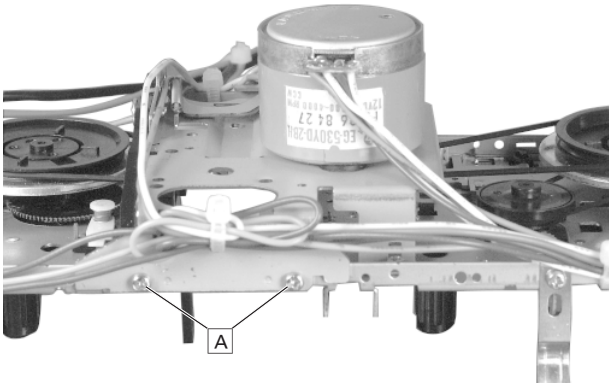
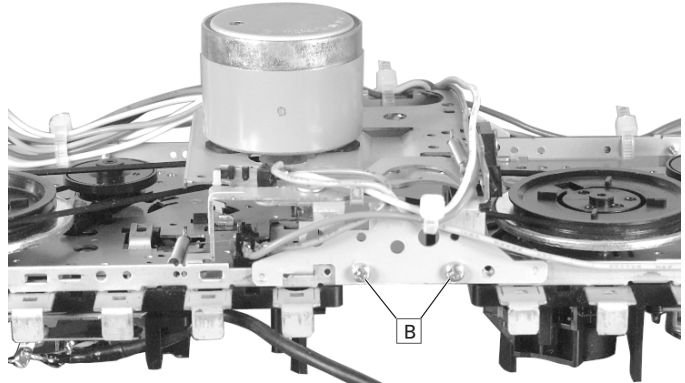
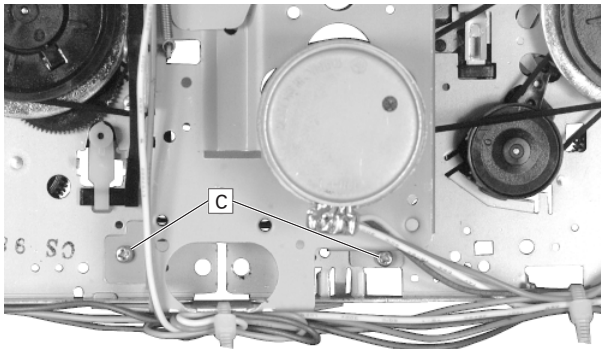

Fig. 18
Fig. 19
Fig. 20
- 2 Schrauben  (Fig. 18), 2 Schrauben  (Fig. 19) und 2 Schrauben  (Fig. 20) herauserschrauben, Cassetten-Motor mit Motorträger abnehmen.
- Undo 2 screws  (Fig. 18), 2 screws  (Fig. 19) and 2 screws  (Fig. 20). Remove the Cassette Motor together with its support.